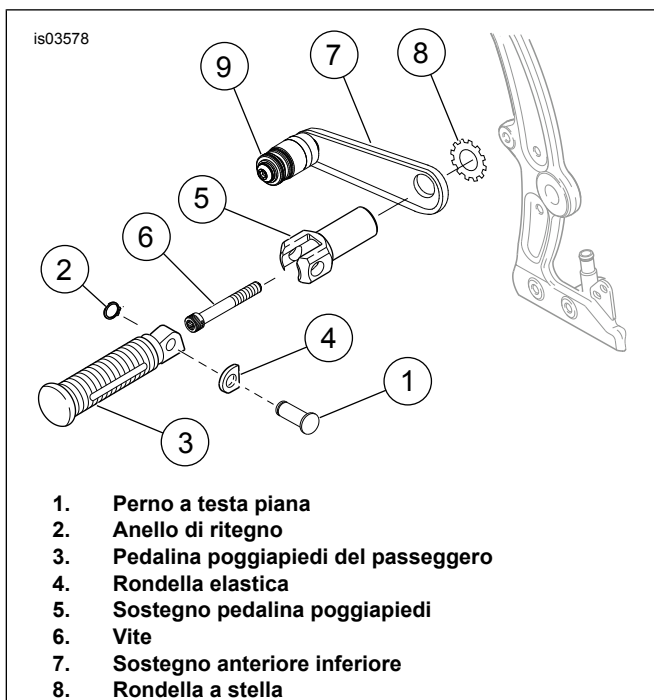

Figura 5. Installazione della pedalina poggipiedi per il passeggero
1. Vedere Figura 5. Rimuovere il perno a testa piana (1) e l'anello di ritengo (2) che fissano la pedalina poggipiedi del passeggero (3) e la rondella elastica (4) al sostegno della pedalina poggipiedi (5).
Vedere Figura 5. Installare la pedalina poggipiedi del passeggero su ciascun sostegno utilizzando il perno a testa piana (1), la rondella elastica (4) e l'anello di ritagno (2).